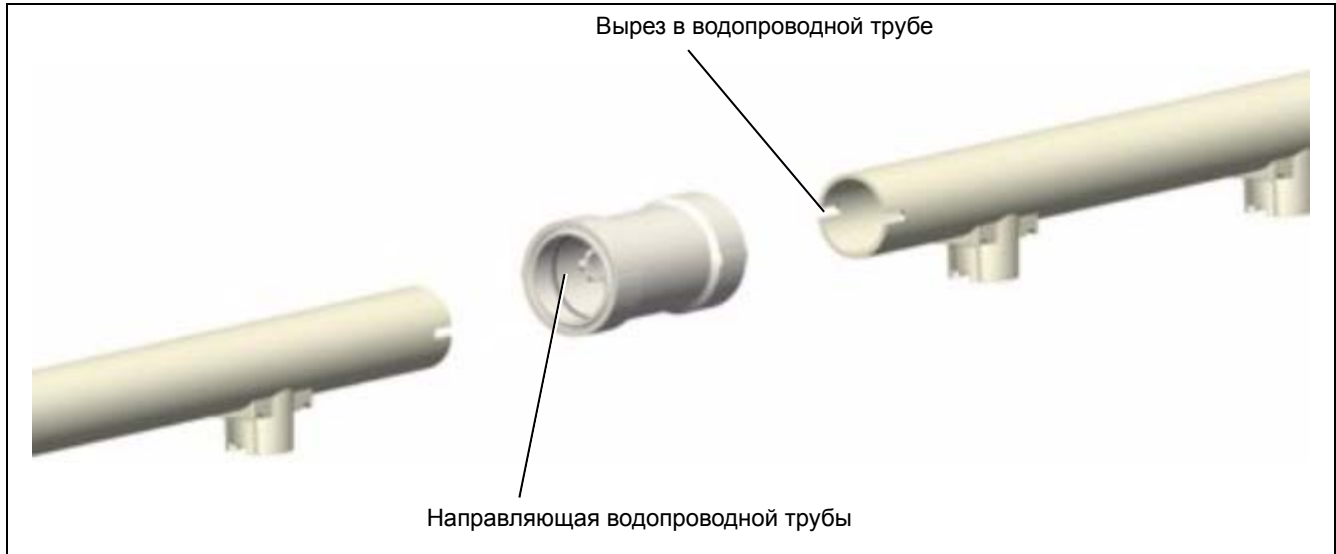

Рисунок 6Н
5. Подсоедините оставшиеся водопроводные трубы, выравнявая направляющие, надевая соединительный элемент на предыдущую трубу и вставляя следующий отрезок в соединительный элемент. (См. Рисунок 6Н.) Продолжайте устанавливать крепления подвески (CW-10008) на удлиняющуюся трубу.